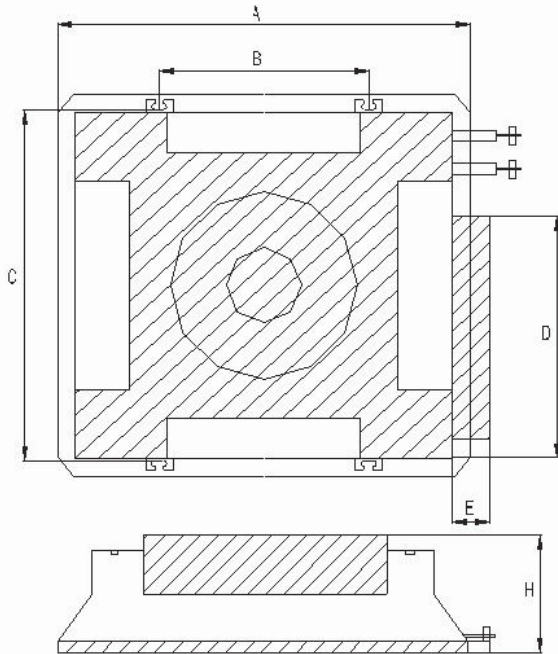

Рис. 7
1. Для определения места расположения подвесных болтов следует использовать шабл (поставляется в комплекте с панелью). Отношения размеров показаны на рис. 7 и в табли